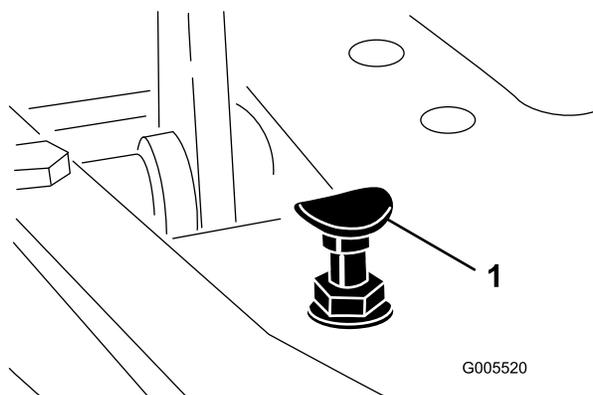

Figura 52
Para obtener la velocidad máxima de transporte, ponga la palanca de control funcional en la posición de transporte y pise el pedal de tracción. Si el pedal toca el tope (Figura 52) antes de que se note tensión en el cable, es necesario hacer un ajuste:
1. Ponga la palanca de control funcional en la posición de transporte y afloje la contratuerca que fija el tope del pedal a la chapa del suelo (Figura 52).